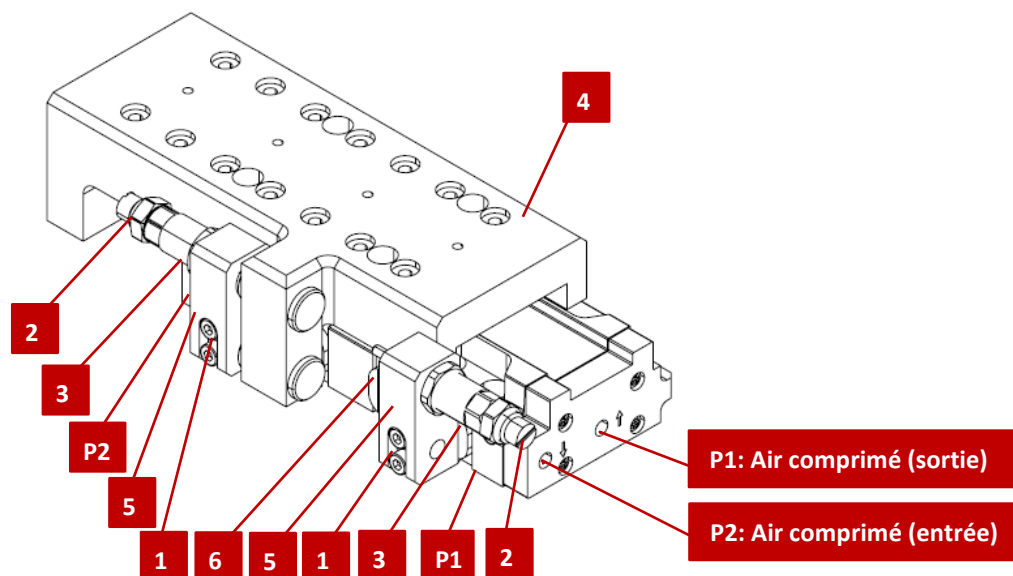

Fig. 26 Installation et réglage du chariot compact
1. Raccordez l'air comprimé à P1 (Fig. 26, P1) (chariot sortie).
2. Desserrer la vis de serrage (Fig. 26, 1).
3. Réglez la position en tournant la douille de butée (Fig. 26, 3).
4. Réglez l'amortisseur en le tournant (Fig. 26, 2).
5. Serrez la vis de serrage (Fig. 26, 1a).
6. Raccordez l'air comprimé à P2 (Fig. 26, P2) (chariot rentre).
7. Desserrer la vis de serrage (Fig. 26, 1).
8. Réglez la position en tournant la douille de butée (Fig. 26, 3).
9. Réglez l'amortisseur en le tournant (Fig. 26, 2).
10. Serrez la vis de serrage (Fig. 26, 1).